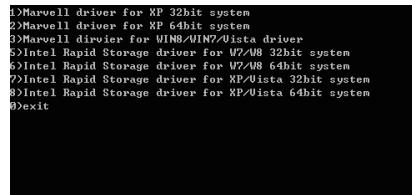

図 1
- 2: 光学ドライブフォルダから、BootDrv フォルダの **Menu.exe** ファイルをダブルクリックします。図 1 のようなコマンドプロンプトウインドウが開きます。
- 3: 空のフォーマット済みディスクを挿入します (USB フロッピーディスクドライブを使用している場合、ドライブ A として指定されていることを確認してください)。メニューから対応する文字を押すことでコントローラドライバを選択し、<Enter> を押します。例えば、図 1 のようなコマンドプロンプトウインドウが開きます。